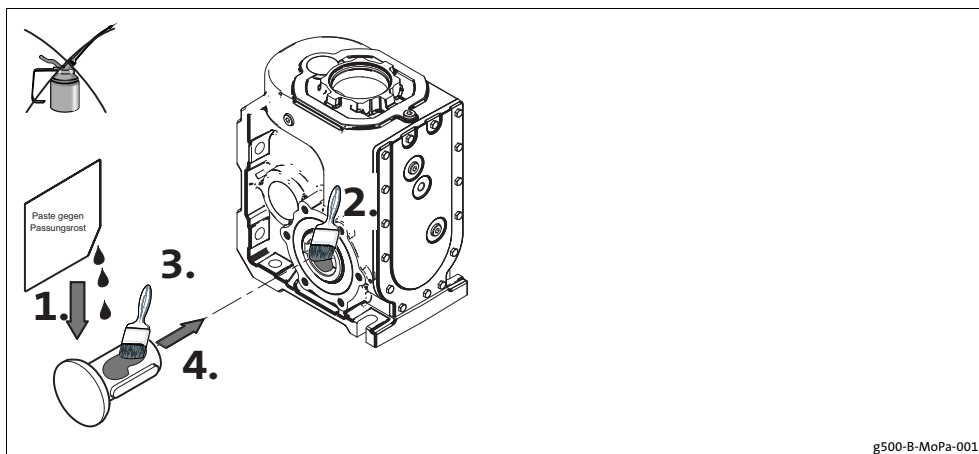

Abb. 11 Anwendung Montagepaste gegen Passungsrost
3. Tragen Sie eine Montagepaste (Abb. 11) auf die Welle und in die Hohlwellenbohrung auf.